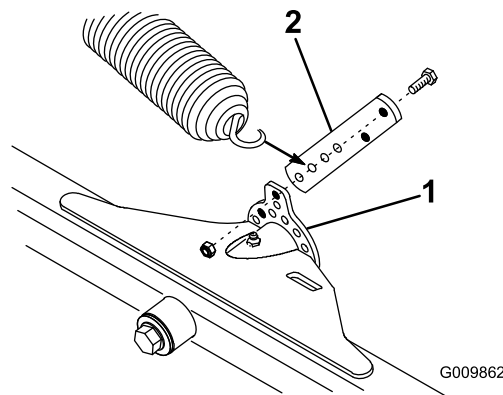

Figura 14
1. Monte o batente da mola no lado interior traseiro de cada patilha de elevação da unidade de corte dianteira com 2 parafusos (1/4 x 3/4 pol.) e porcas, conforme indicado em Figura 14.
2. Nas unidades de corte dianteiras, prenda a mola ao segundo furo a contar de baixo (posição #3) no batente da mola (Figura 14).